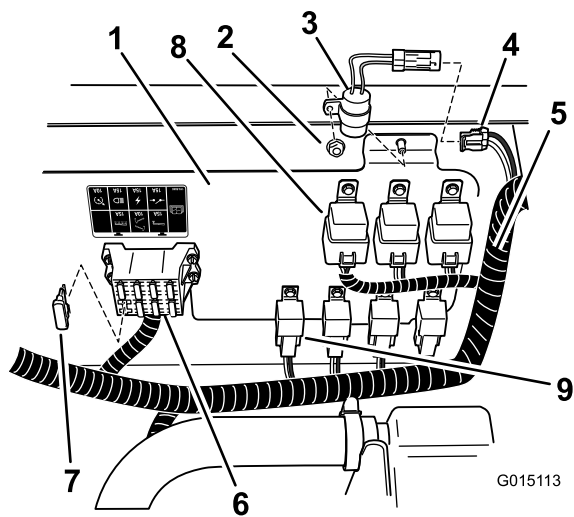

Bild 28
2. Ermitteln Sie den Verzögerungstimer in den losen Teilen und bauen Sie ihn an der Stelle ein, die in Bild 28 dargestellt ist.
4. Schließen Sie den Timer am Hauptkabelbaum an, wie in (Bild 28) dargestellt.
5. Setzen Sie eine Sicherung (40 A) in den offenen Einschub am Sicherungsblock ein, wie in Bild 28 dargestellt.